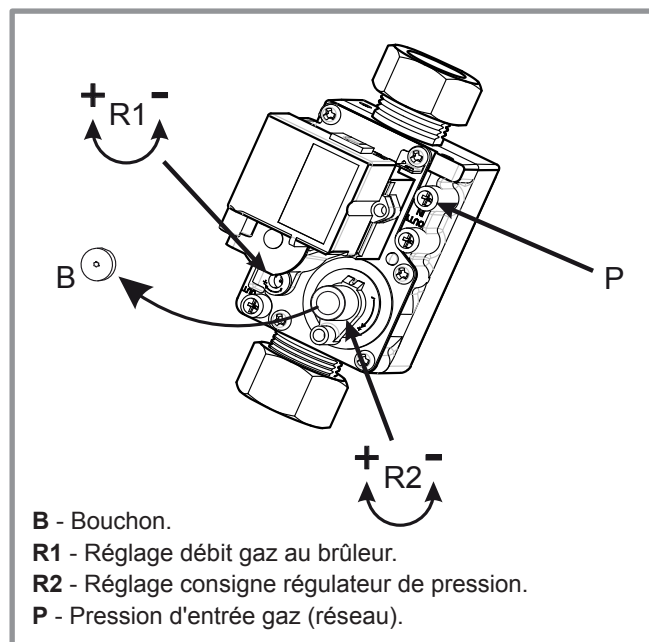

figure 46 - Vanne gaz VGU86 S
- Si nécessaire, ajuster le taux de CO₂ en réglant le débit gaz au brûleur (vis repère R1, figure 46).
- Si nécessaire, ajuster doucement la consigne du régulateur de pression (vis repère R2, figure 46).